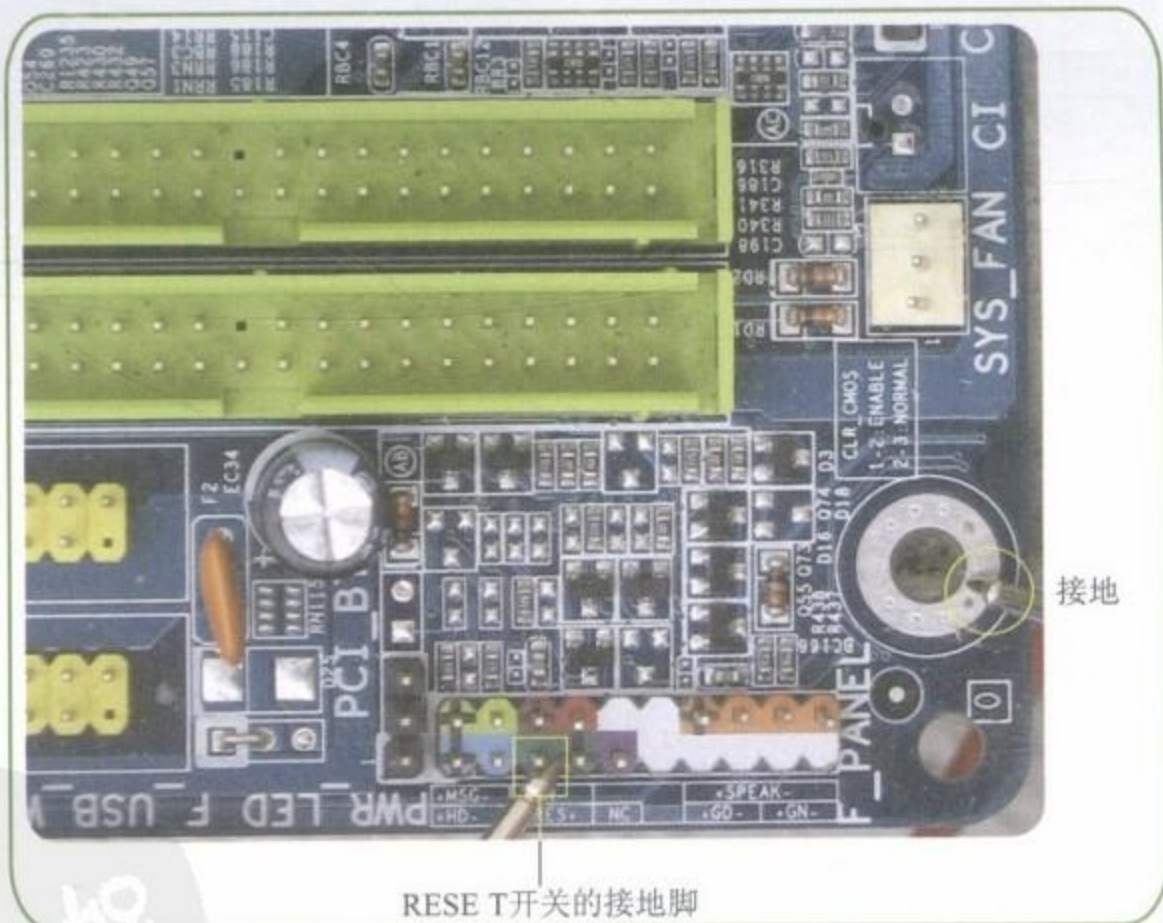

图10-6 测量复位开关的接地针脚
- Step 01** 将万用表调到“蜂鸣”挡，将万用表的一个表笔接地，另一个表笔连接复位开关的接地脚，如图10-6所示。